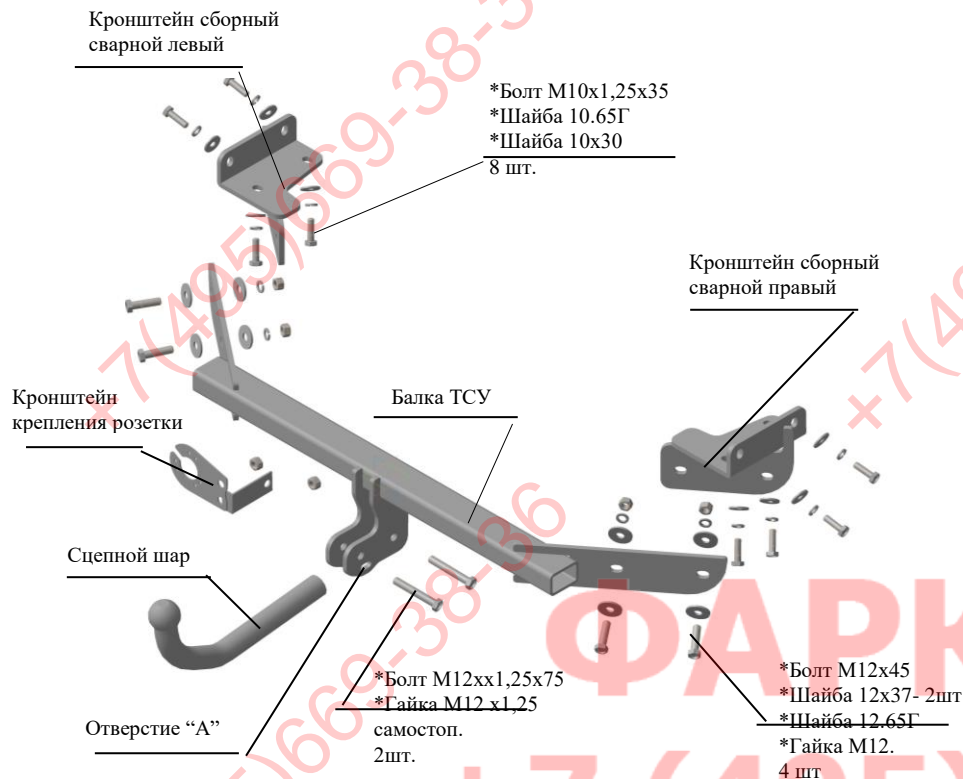

Рис.1 Тягово-сцепное устройство ТСУ 7313.
| 2.1 ТСУ 7313 в сборе (рис.1) | 1 шт. |
| 2.2. Пакет комплектующих (рис.1) | |
4.3 Закрепить сборный сварной правый кронштейн ТСУ аналогично левому, соответственно рис.1. Крепеж не затягивать
(соответственно рис.1), подложив под головки болтов шайбы 12х37, а под гайки - шайбы 12.65Г и шайбы 12х37. Крепеж не затягивать.